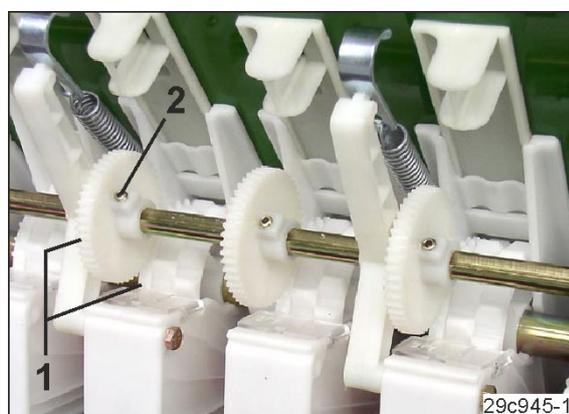

Fig. 222
6. Die Zähne (Fig. 222/1) von Antriebsritzeln und Fahrgassenfeinsräder in Eingriff bringen.
7. Die Innensechskantschrauben (Fig. 222/1) der Antriebsritzeln in der Aussparung der Vorgelegewelle spannungsfrei anziehen.